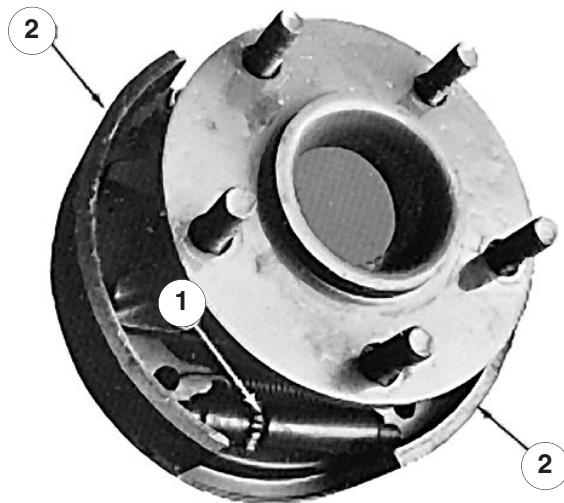

Bild 46
6. Drehen Sie die Sternmutter (Bild 45) mit einem Bremseinstellwerkzeug oder einem Schraubenzieher nach unten, bis die Bremstrommel (Bild 46) aufgrund des Drucks der Bremsschuhe (Bild 46) nach außen einrastet.